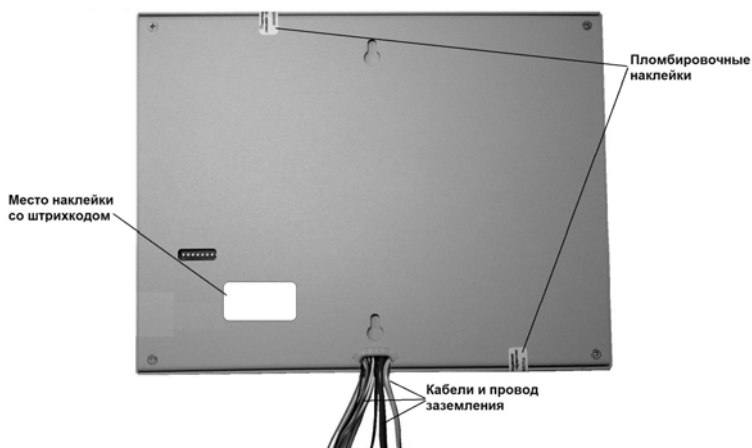

Рисунок 8 – МИ-50 (вид со стороны крепежных отверстий)
- ж) подсоединить кабели МИ-50 (рисунок 8);
С обратной стороны корпуса МИ-50 расположены гарантийные пломбирочные наклейки для контроля несанкционированного вскрытия (рисунок 8).